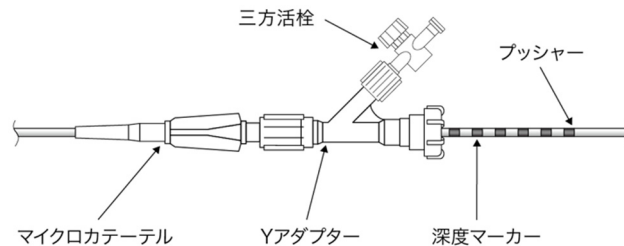

図 2. 深度マーカーの到達状態概略図
本品は、留置時に立体構造を形成し、その構造が維持されることにより、空間内でのさらなるコイル配置に対する安定した足場を提供するよう設計されている。本品の深度マーカーは、有効長 150cm のマイクロカテーテルとの併用を意図して設計されている。深度マーカーは、有効長 150cm のマイクロカテーテルに本品を挿入していく際、マイクロカテーテルに接続した Y アダプターの手元側に深度マーカーが到達した状態（図 2）で、マイクロカテーテルの先端からコイル（フレームタイプ）先端が出ない位置を示している。
(3) 本品の挿入
①本品を破損させないようにシースをケースからゆっくり引き出す。
②本品を挿入する前に、シースを透かしてプッシャーとコイル（フレームタイプ）が直接触れていないことを確認する。
③本品挿入のためにアダプターのリングを緩める。
④シース先端を破損させないように注意しながらしっかりとマイクロカテーテルのポートに突き当て、コイル（フレームタイプ）及びプッシャーを変形させないように、ゆっくりとプッシャーを押して本品をマイクロカテーテル内に挿入する。〔シース先端を破損させたり突き当てが不十分な場合はコイル（フレームタイプ）がスタックしたりするおそれがある。〕
- ⑤ プッシャーを後端までシース内に押し込んだところで、シースをマイクロカテーテルのポートから外し、露出したプッシャーを固定しながらプッシャー後端部からシースを取り除く。
- ⑥ プッシャー近位端に深度マーカーがあることを確認する。
- ⑦ 図2の通り、マイクロカテーテルに接続されたYアダプターの手元側に深度マーカーが到達するまで、プッシャーを注意して進める。